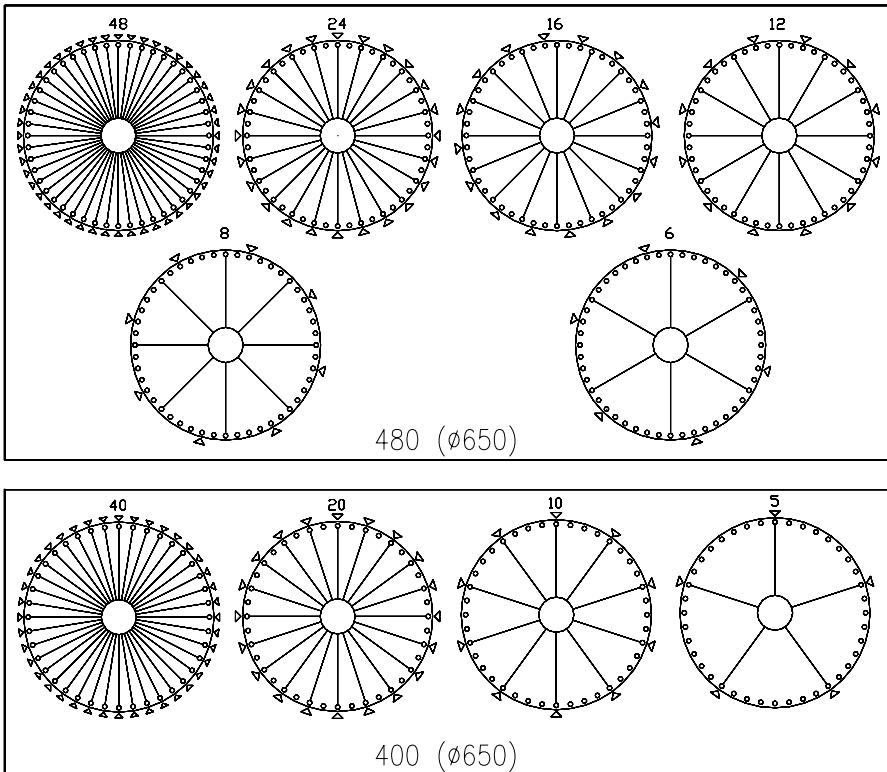

FIG. 7
Les plateaux de sélection fournis dans le distributeur ont les compartiments qui sont déjà prééglés comme en FIG. 6 - FIG. 7. Il peut être nécessaire de modifier les dimensions des compartiments pour recevoir des produits différents. On peut varier le nombre des compartiments en éliminant ou en ajoutant des palettes de séparation. Le nombre des compartiments pour plateau peut être: 6, 8, 12, 16, 24, 48 - 5, 10, 20, 40. Quand on change le nombre des compartiments il est nécessaire de déplacer aussi les plaques coulissantes qui se trouvent sur le masque couvre-plateau Fig. 6. Il faut aussi ajouter ou enlever les bouchons qui ferment le petit piston en rapport avec la largeur du compartiment.
8. Mettre les bouchons à tous les trous qui doivent être fermés, comme déjà vu précédemment en FIG. 7.